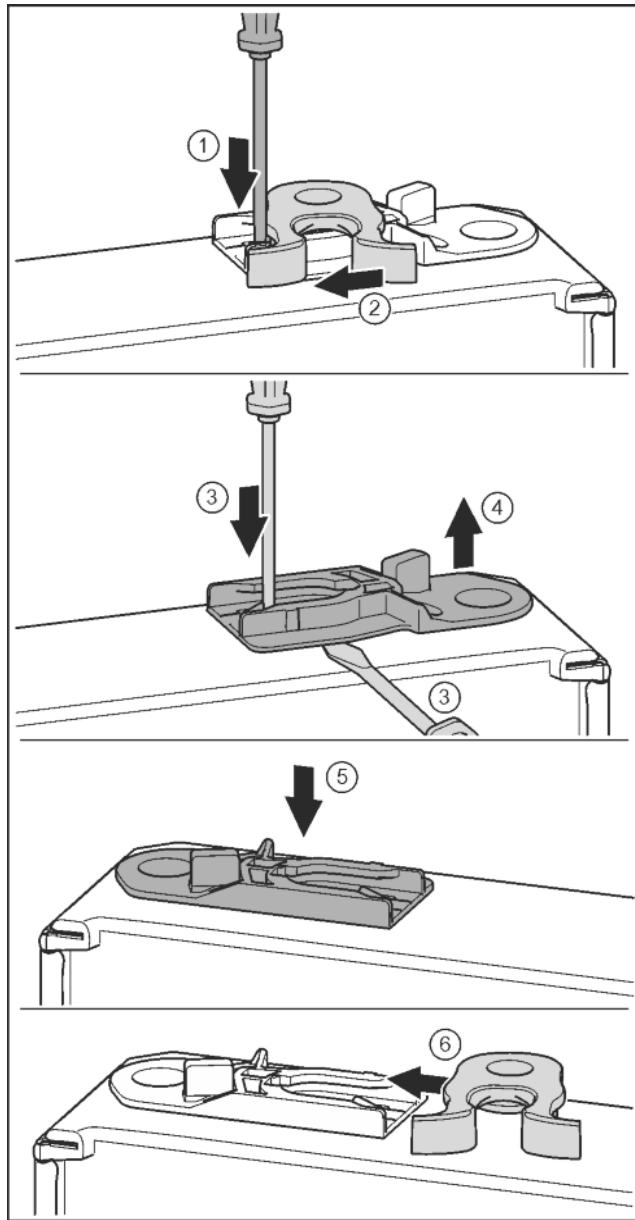

Fig. 19
- Pousser vers le bas la languette avec un tournevis plat. *Fig. 19 (1)*
- Tirer le crochet de fermeture en dehors du guide. *Fig. 19 (2)*
- Sortir la douille de guidage : Pousser la languette avec un tournevis plat et la faire passer simultanément sous la douille de guidage avec un tournevis plat. *Fig. 19 (3, 4)*
- Pousser la douille de guidage fournie à la livraison de l'autre côté du logement. *Fig. 19 (5)*
- Pousser le crochet de fermeture dans le guide. *Fig. 19 (6)*